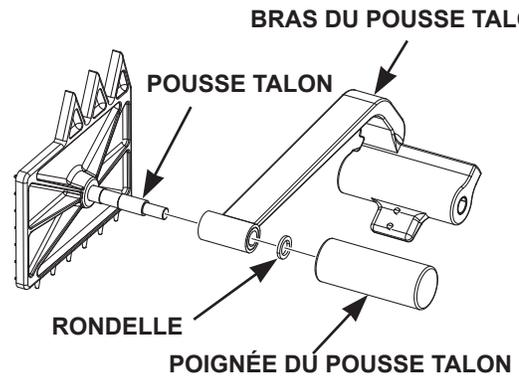

Fig. 6
- Desserrez la poignée du pousse talon (Fig. 6) et retirez la poignée, le bras et la rondelle du pousse talon.